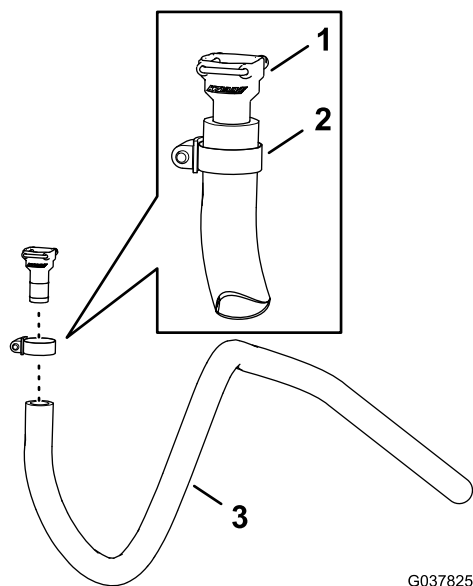

Figura 97
1. Montate il raccordo diritto dentellato (3/4 poll.) che avete rimosso al passaggio 2 di Preparazione della valvola di intercettazione \(pagina 41\) sul flessibile - 1,3 x 180 cm (1/2 x 71 poll.) con una fascetta stringitubo (Figura 97).